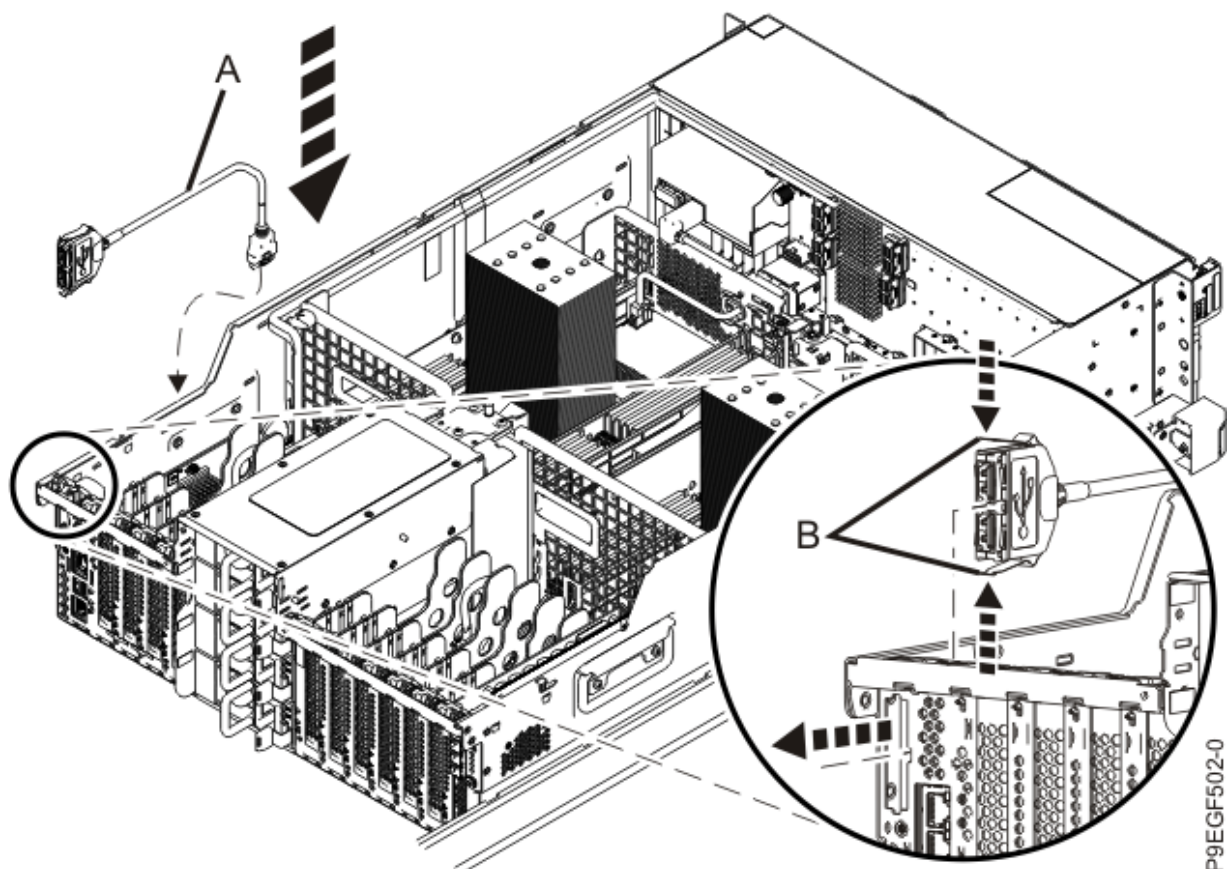

図 11. システムへの背面 USB ケーブルの再取り付け
2. つまみ **(B)** (14 ページの図 11 を参照) を押し込みながら、背面 USB ケーブル **(A)** を、システムの背面にある開口部に挿入します。